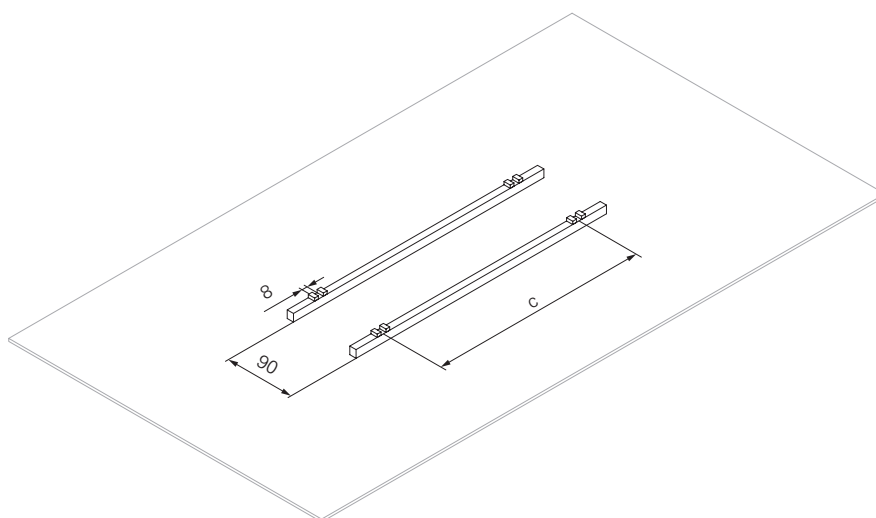

Fig. B5.03
- Come ausilio per il montaggio, predisporre due travetti squadrate con un ausilio di arresto. La quota c corrisponde alla distanza tra le mensole. Disporre i travetti squadrate alle distanze specificate sull'area di montaggio e allinearle parallelamente l'una all'altra. (Fig. B5.03)